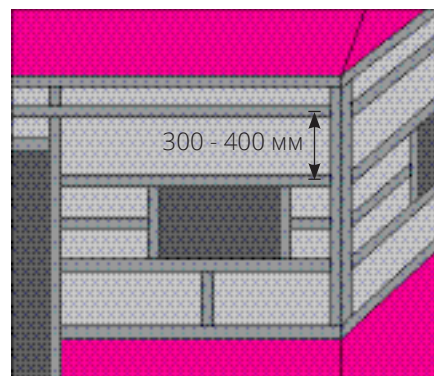

рис. 26
**Внимание!** Вертикальный сайдинг крепится на горизонтальную обрешетку с шагом 300-400 мм по осям (рис. 26).